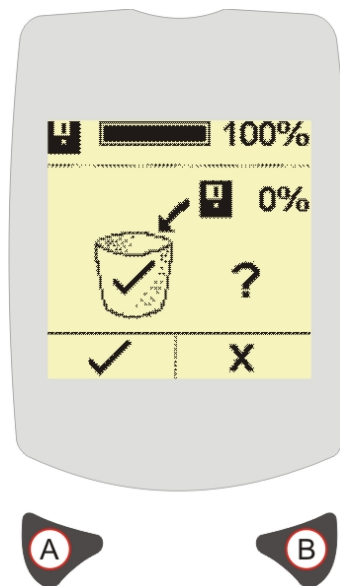

Рис. 11 Очистка памяти
Для удаления данных из памяти прибора нажмите правую кнопку (B). Затем нажмите левую кнопку (A), чтобы подтвердить удаление данных (см. Рис. 11). После очистки статус памяти будет представлен как 0%, и прибор автоматически вернется в меню Настройка времени и даты.